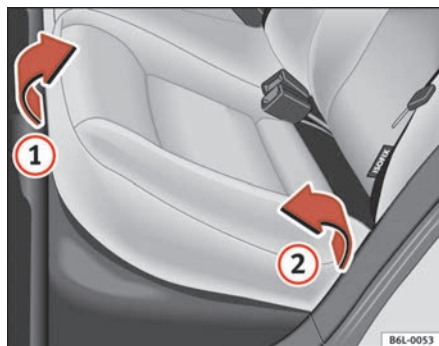
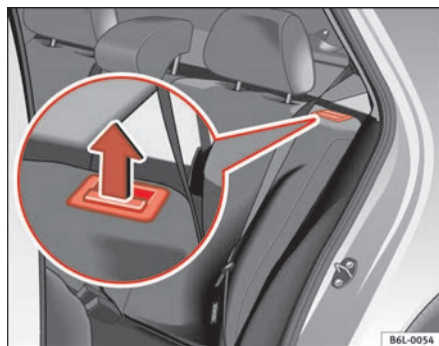

Fig. 74 Levantar el cojín del asiento trasero
Fig. 75 Tecla de desbloqueo del respaldo trasero
- Tire del borde delantero del cojín del asiento ⇒ fig. 74 ① hacia arriba en la dirección de la flecha.
- Levante el cojín ② hacia adelante en la dirección de la flecha.
- Tire de la tecla de desbloqueo ⇒ fig. 75 en la dirección de la flecha y abata el respaldo hacia delante.